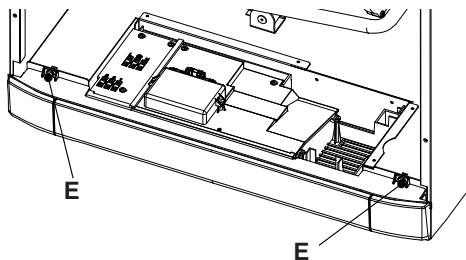
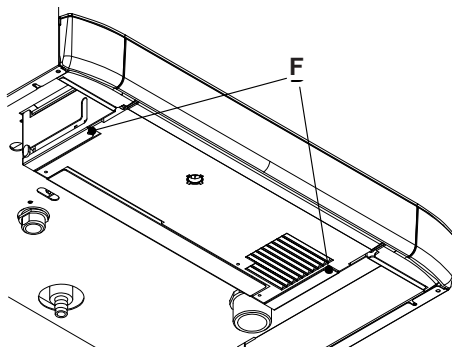

Figura 5.19
Figura 5.20
- rimuovere le viti (E) in Figura 5.19 e (F) in Figura 5.20;